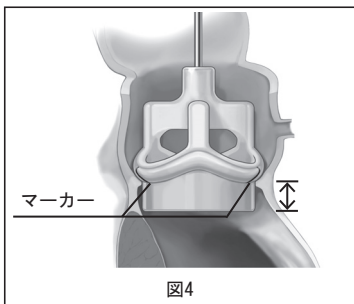

図4
- 十分フィットしているかは、大動脈弁輪上の配置が良いこと、STジャンクションの大動脈壁や冠動脈口にステントポストが干渉しないこと等で確認します（図4）。レプリカ側の黒い位置マーカを使用して、弁輪のガイドスーチャーの位置を評価します。サイザーのレプリカ側はリップ部分の下に円筒部分があり、クリンプされた状態において布で覆われたフレーム部分の最大長（図4矢印部）を模しています。